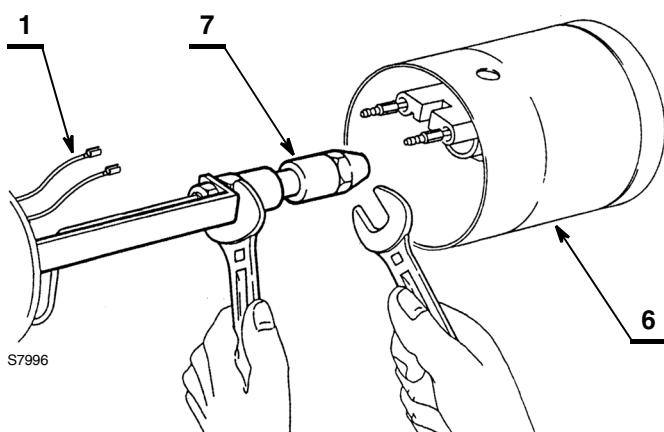

Fig. 27
- Sustituir la boquilla 7) (Fig. 27) sosteniendo el portaboquilla con la ayuda de una llave.